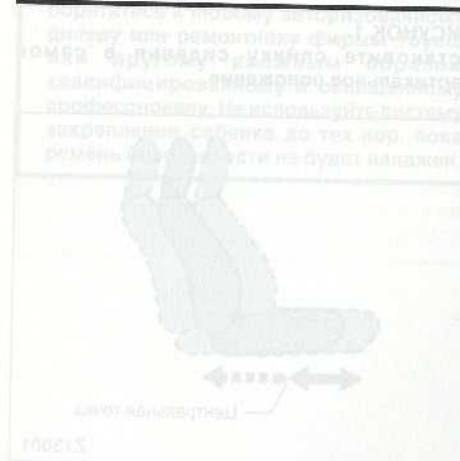

РИСУНОК 1
- Когда Вы вынуждены использовать вперед-направленную систему закрепления ребенка на сиденьи переднего пассажира, отрегулируйте спинку сиденья и закрепите ее в самом вертикальном положении. (См. РИСУНОК 1.)